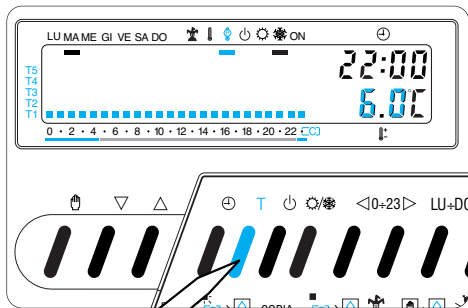

Fig. 31
8.2 - Premere il pulsante T (fig. 31).